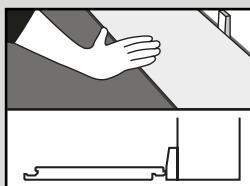

Abb. 1
1. Berechnen Sie ausgehend von einer vollständigen Dièle/Fliese entlang der Wand, wie viele Reihen in den Raum passen. Wenn dies bedeutet, dass entlang der gegenüberliegenden Wand nur eine schmale Reihe Dielen/Fiesen passen würde, schneiden Sie die erste Reihe entsprechend zu. Verlegen Sie dieses Produkt so, dass die Federseite/Schnittkante zur Wand zeigt. Verwenden Sie 5-mm-Abstandsklötzchen zwischen Dièle/Fliese und Wand (Abb. 1).